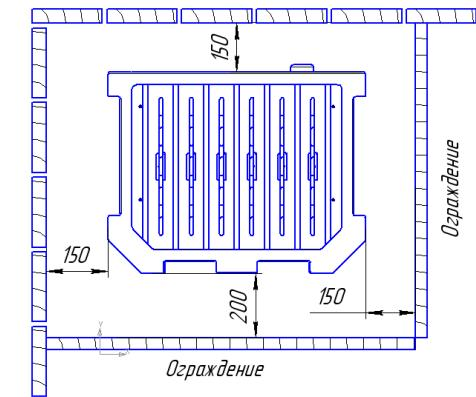

Рис. 2
- 3.1 Электрокаменка устанавливается на теплостойкий фундамент. Около электрокаменки стены должны иметь огнезащитную панель из листового металла с теплоизоляцией из листового асбеста или минваты. Установку защитной решетки вокруг каменки следует производить на расстоянии согласно рис.2.
Минимальные безопасные расстояния показаны на рис.2